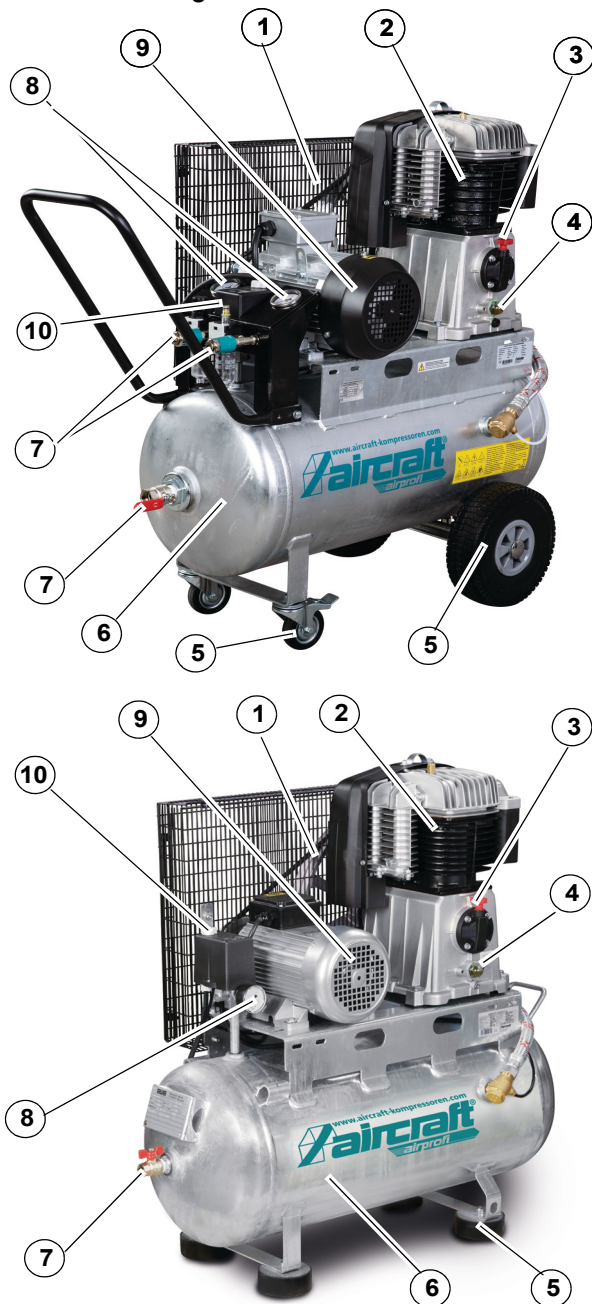

Abb. 7: AIRPROFI 703/75/13 P und 703/75/13 H
Schritt 5: Schließen Sie die Entwässerung und prüfen Sie, ob der Kompressor den Behälter lädt und bei $P_{\max}$ anhält (max. Druck; wird durch das Manometer (Pos.8, Abb. 7) angezeigt).